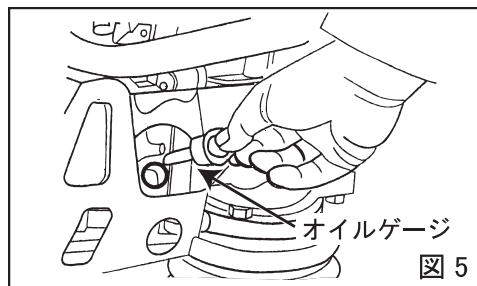

図 5
7.6 燃料タンクヘレギュラーガソリン(無鉛)を入れると同時にエンジンオイルも点検し早めに補充してください。潤滑油量が少ないと、運転中の消耗により、エンジン焼き付きを起こします。(図5) 潤滑油は自動車用エンジンオイルSEまたはSF級以上の10W-30を入れてください。